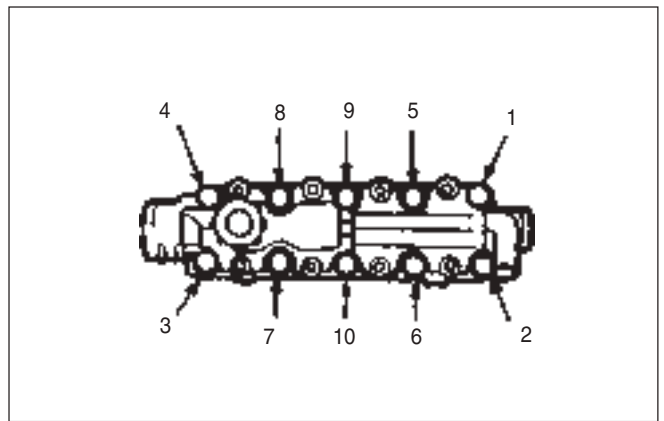

Fig. 19 Ordinea de slăbire a șuruburilor chiulasei
- Tubul de ventilație(155) de la capacul carterului arborelui cu came.
- 13) Se slăbesc șuruburile chiulasei în ordinea arătată în Fig. 19(motorul rece).
- 15) Chiulasa(29) cu galeriile de evacuare și admisie (53) și (23).